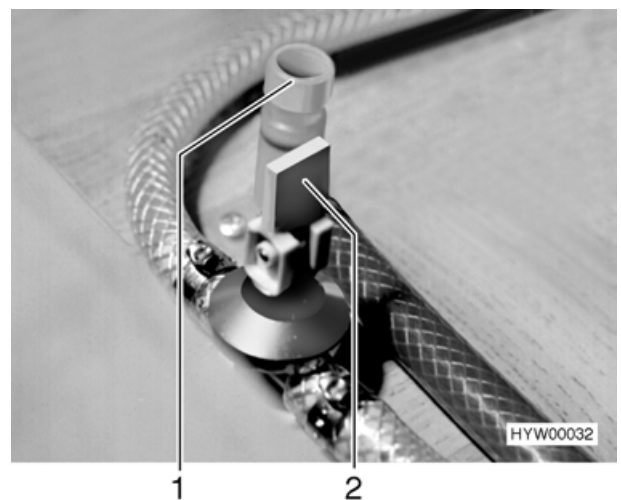

Fig. 80 Rubinetti di scarico del boiler
- Chiudere il rubinetto di scarico (Fig. 80,2) del boiler. Il rubinetto di scarico si trova in cucina sotto la parte sinistra dell'armadio. Per chiudere mettere la leva a bilanciere in posizione orizzontale.
- Ruotare il cappelletto di valvola (Fig. 80,1) in senso orario.
- Aprire il rubinetto di scarico del boiler (Fig. 80,2). A questo scopo mettere la leva a bilanciere sul rubinetto di scarico del Boiler in posizione verticale.